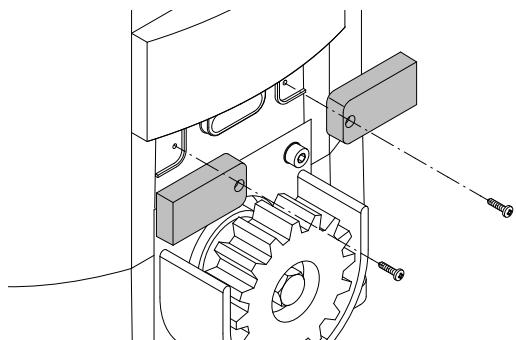

Fig.4
- 3 Infilare i cavi dei sensori attraverso le predisposizioni e fissare i supporti dei sensori al gruppo finecorso come indicato in fig.4
- 3 Insert the wires of the sensor in the slots and fit the sensor bases to the limit switch unit, as shown in Fig. 4
- 3 Die Kabel der Sensoren durch die Kabelsitze ziehen und die Halterungen der Sensoren an die Endschalttereinheit laut Angabe der Abb. 4 befestigen.